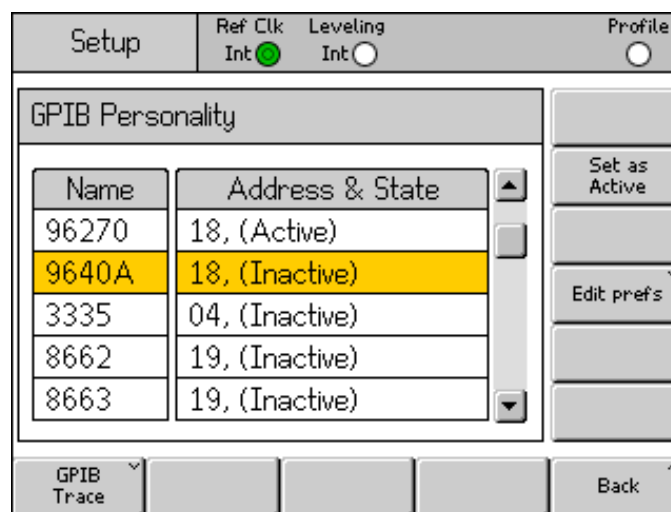

Abbildung 3-21. GPIB-Präferenzen (9640A ausgewählt)
3. Drücken Sie den Softkey „Set as Active“ („Als aktiv einstellen“), um die aktuelle GPIB-Persönlichkeit zu ändern. Siehe Abbildung 3-21.